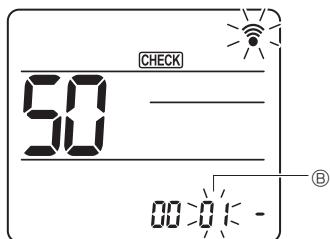

Fig. 6-16
- ③ Sélection d'un mode
Appuyez sur les touches **▼** pour régler le numéro de mode ⑤. (Fig. 6-16)